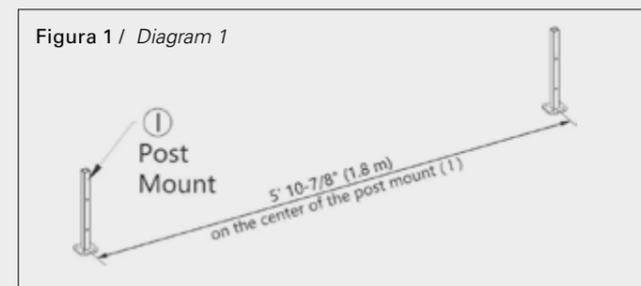

Figura 1 / Diagram 1
Prendere le misure e posizionare sulla pavimentazione i Montanti di fissaggio (I) a una distanza di 5' 10-7/8" (1,8 m) dal centro, quindi segnare i fori per le barre filettate, come mostrato nella Figura 1.